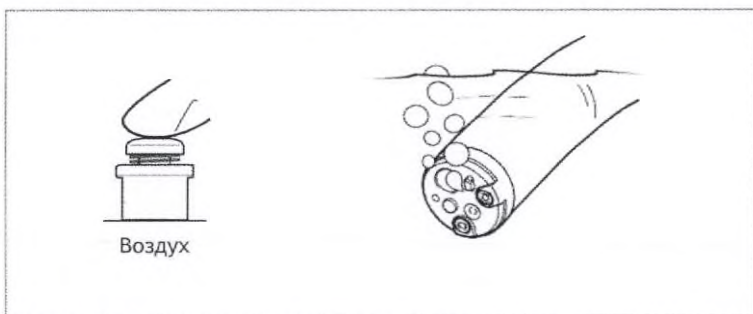

Рис. 5.14
4. Поместите дистальный конец эндоскопа в стерильную воду и закройте пальцем отверстие в верхней части клапана подачи воздуха/воды. Убедитесь, что из дистального конца эндоскопа выходит постоянный поток пузырьков воздуха (Рис. 5.14).